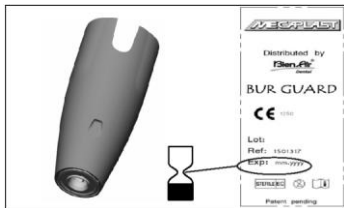

图 1
喷头由无菌泡罩动态包装，防止液体或颗粒进入HP 1:2，如图1。
**注意事项：**检查车针保护套的包装是否完好，并检查有效期，如图1。